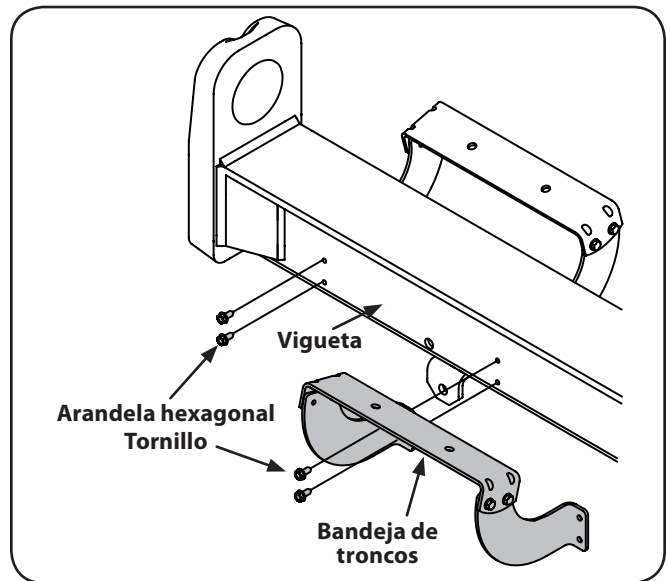

Figura 3-5
15. Desconecte el bandeja de troncos de la vigaeta que está al costado de la válvula de control extrayendo los dos tornillos de las arandelas hexagonales que lo sujetan a la vigaeta y los dos tornillos de las arandelas hexagonales de la vigaeta. Vea la Figura 3-5.